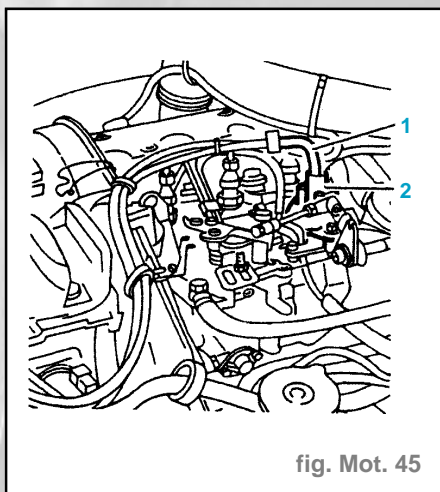

fig. Mot. 45
- Débrancher le tuyau (1) sur le convertisseur de dépression (2) (fig. Mot. 45).